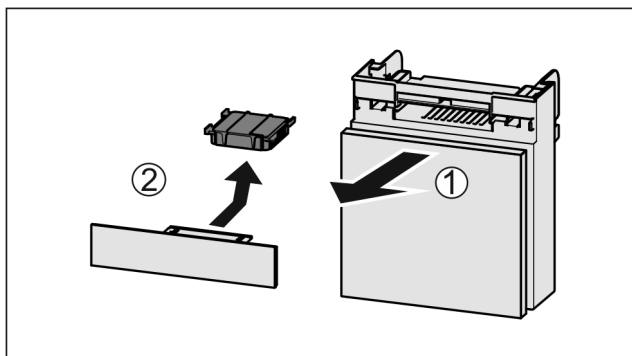

Fig. 118
- Fach nach vorne herausziehen Fig. 118 (1).
- Aktivkohlefilter entnehmen Fig. 118 (2).